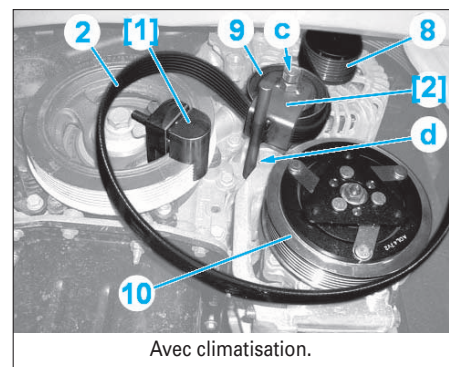

FIG. 24
- Positionner (Fig.24 ou 25) :
- la courroie d'entraînement des accessoires (2) sur la poulie (8) de l'alternateur et la poulie (10) du compresseur de réfrigération (selon version)
- l'outil [2] sur le galet enrouleur (9) en emprisonnant la courroie (2).